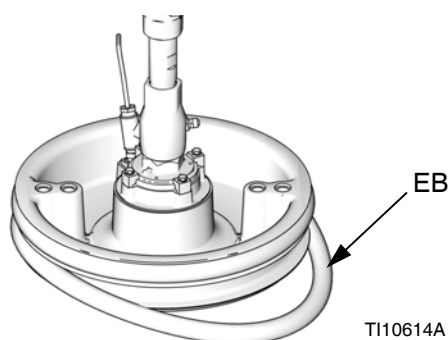

FIG. 20
1. Använd trä- eller plastredskap så att inte skrapan (EB) skadas och se till att få bort allt material ur tätningsspåren.
2. *Börja nedifrån* och vinkla en skrapa (EB) över baksidan av plattan. Se FIG. 20.
3. Sätt i skrapan (EB) i toppspåret och skjut in framsidan av skrapan i spåret.
4. Sätt in den andra skrapan (EB) i det nedre spåret och skjut in den främre delen av skrapan in i spåret.